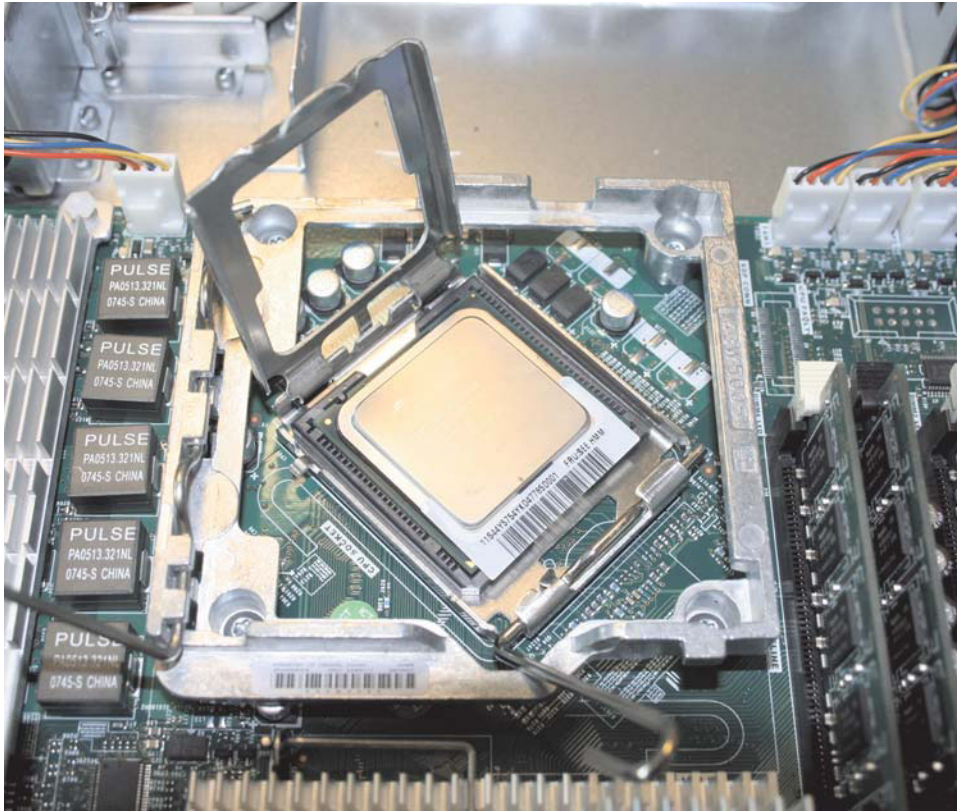

図 293. SAN ポリユーム・コントローラー 2145-8A4 マイクロプロセッサ・ブラケット・フレームが完全に開いた状態
2. マイクロプロセッサ保持モジュールを、331 ページの図 293 に示した向きに合わせて置きます。